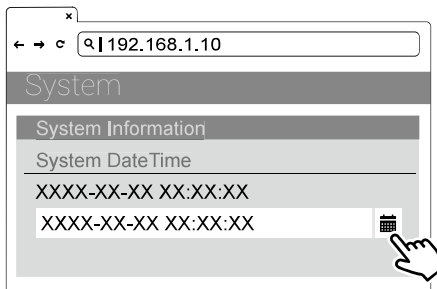

Figura 41. Selezione di data e ora
- 4) Selezionare il pulsante del calendario a destra per impostare la data e l'ora correnti. Vedere la figura 41.